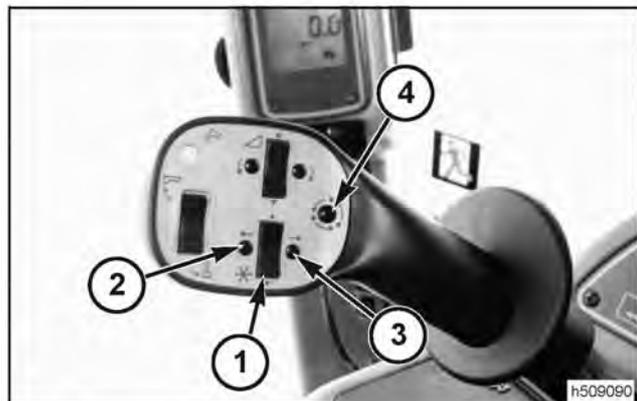

FIG. 53
FIG. 53: Subir y bajar el molinete. El interruptor de tecla (1) controla la altura del molinete de la misma manera que lo hace el interruptor de elevar y bajar el cabezal.